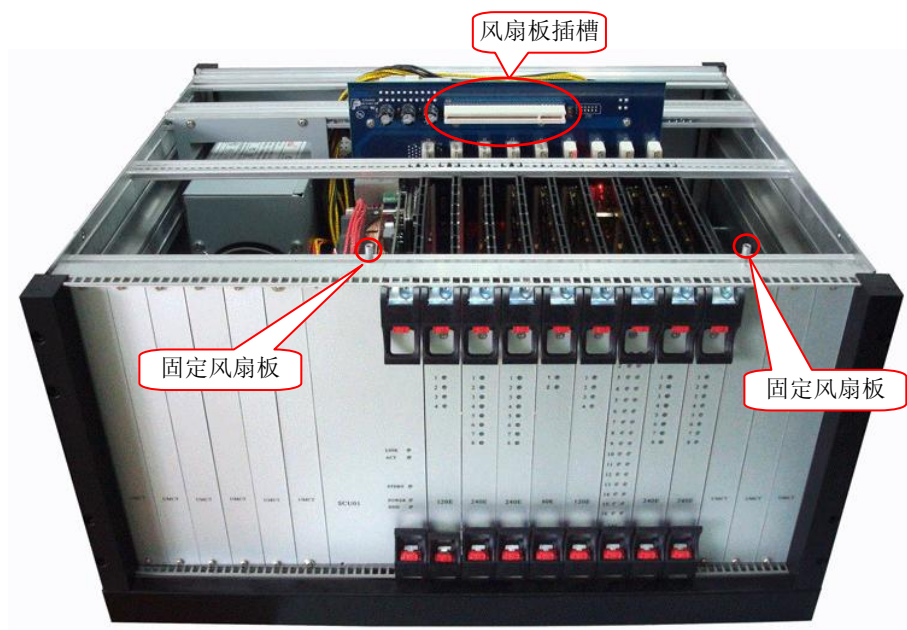

图 2-12 6U 机箱风扇位置图
Step2: 去掉固定风扇的螺丝，将坏的风扇拆下，换上新的风扇，再打上螺丝，固定风扇板即完成风扇的替换，见下图 2-12。